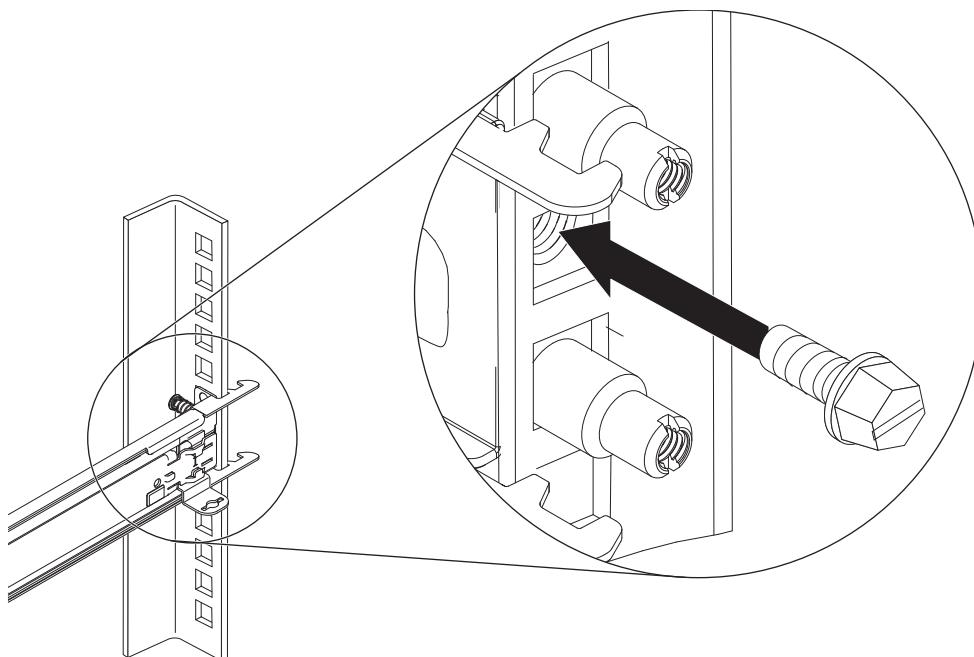

図 34. 配送に備えたケーブル・マネジメント・アームとノードの固定
8. オプション: 50 ページの図 34 に示すように、配送に備えてケーブル・マネジメント・アームおよびノードをラック内に固定します。